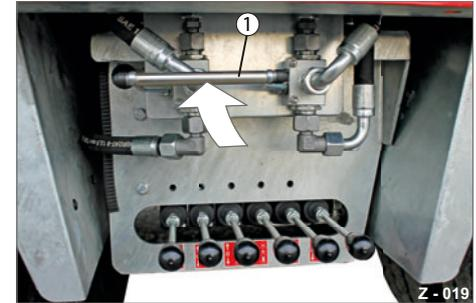

Abb. 25 Hydraulikzufuhr „Zugmaschine“
- ▶ Schwenken Sie den Umschalthebel (Abb. 25/1) in die waagrechte Stellung.